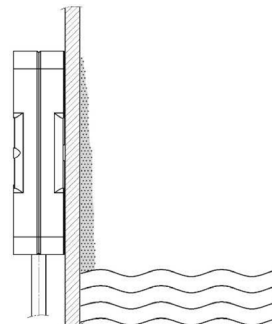

Fig. 5-2 : Étalonnage « vide » avec dépôts adhérents
1. Le produit / niveau ne se trouve pas dans la zone de détection (voir Fig. 5-2).